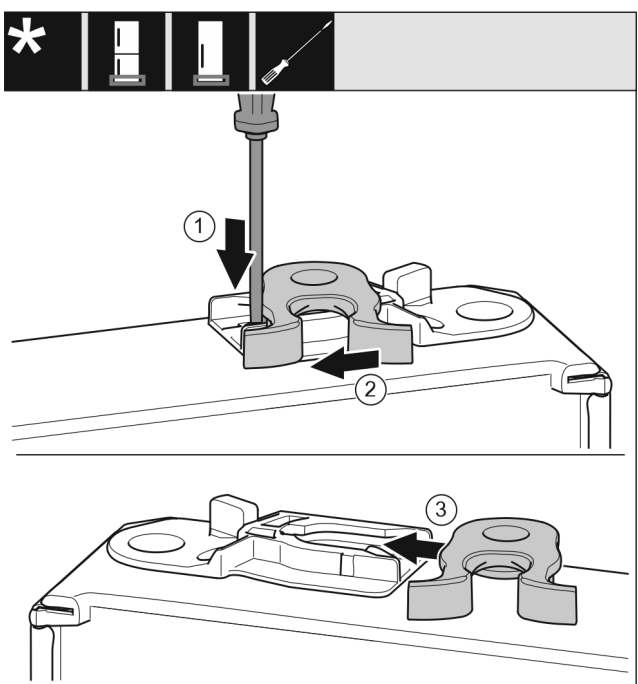

Fig. 17
- Pousser vers le bas la languette avec un tournevis plat. Fig. 17 (1)
- Tirer le crochet de fermeture en dehors du guide. Fig. 17 (2)
- Pousser le crochet de fermeture dans le guide de l'autre côté. Fig. 17 (3)